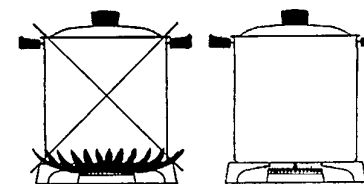

Figura 12
- Pentru utilizarea eficientă a arzătoarelor mesei alegeți cratițe cu dimensiunile enumerate mai jos: arzătorul ajutător - diametrul min 120 - max 160 mm, arzătorul cu acțiune semi-rapidă - diametrul min 180 - max 200 mm, arzătorul cu acțiune rapidă - diametrul min 220 - max 240 mm. Regimul de funcționare al arzătoarelor trebuie reglat astfel, încât flacăra să nu depășească marginile cratiței, vezi Figura 12. Utilizarea cratițelor cu diametru mai mare va conduce la defectarea arzătorului mesei.